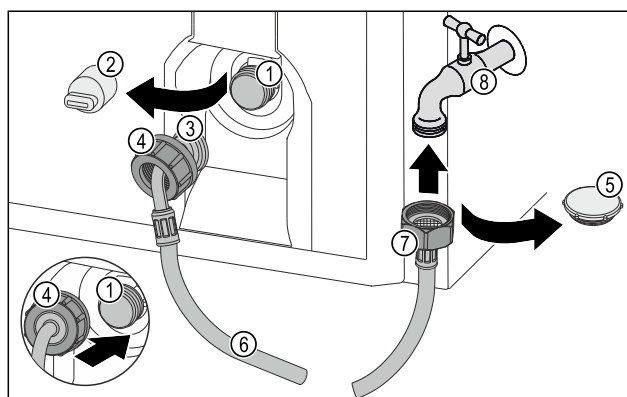

Fig. 54
- ▶ Verschlusskappe Fig. 54 (5) entfernen.
- ▶ Gerades Schlauchende Fig. 54 (7) am Wasserhahn Fig. 54 (8) ansetzen.
- ▶ Mutter am geraden Schlauchende Fig. 54 (7) im Uhrzeigersinn festziehen.